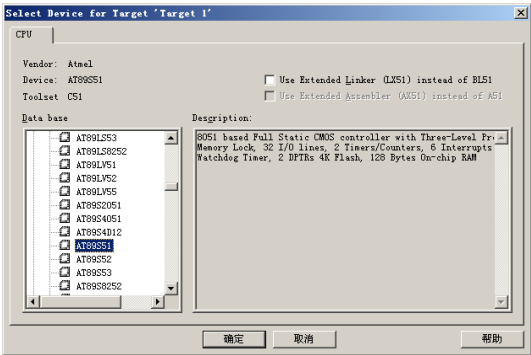

图 24-20 选择单片机 AT89S51
(1) 首先在 Keil μ Vision3 集成开发环境中，选择“Project”→“New”→“ μ Vision Project”命令，新建一个工程，并保存。
(2) 在弹出的选择器件对话框中选择 Atmel 公司的 AT89S51，如图 24-20 所示。